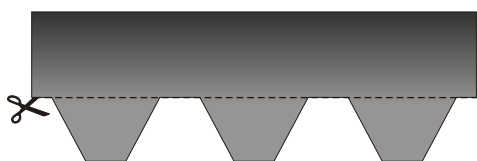
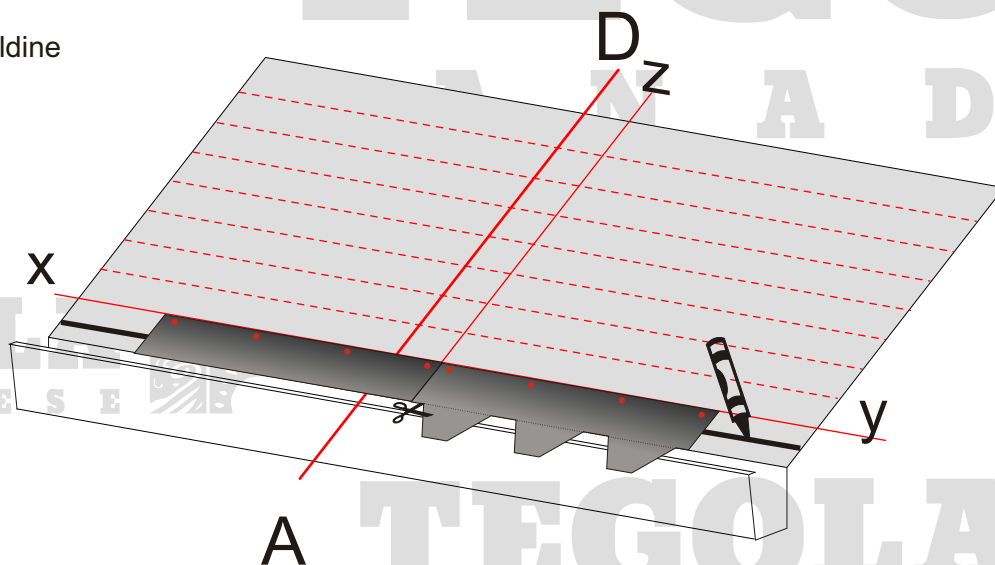

Fig. 2 - Taglio delle faldine
Fig. 3 - Posa della fila di partenza
- Applicare sulla linea di gronda un cordolo di adesivo bituminoso “bitustick” e le tegole dopo averne tagliato le faldine (fig.2) e rimosso la protezione. Per posare correttamente la fila di partenza allineare la tegola alla linea di riferimento z (vedi fig. 3).